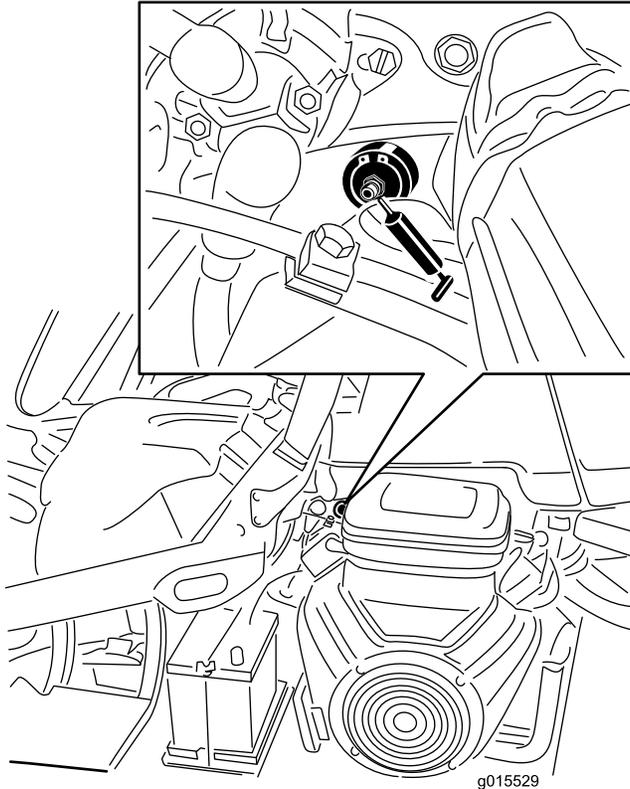

図 40
1. 異物を入れてしまわないよう、グリスフィッティングをきれいに拭く (図 40)。